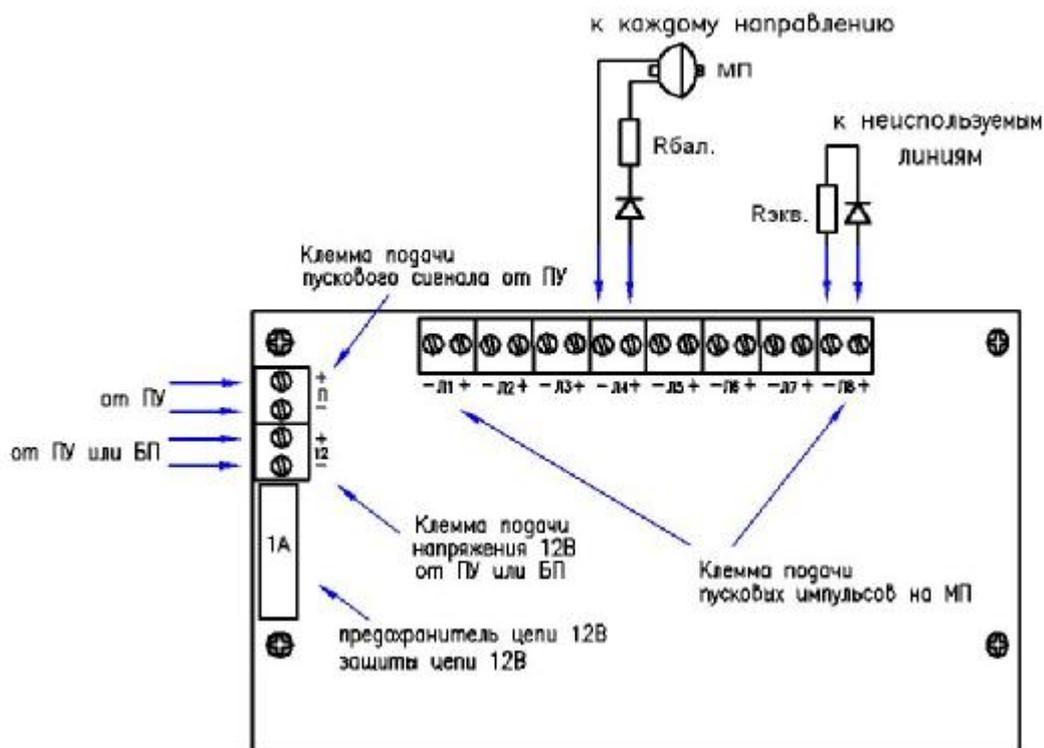

Рис.4
6.4.2. Произведите электромонтаж блока в соответствии со схемой внешних соединений. См. рис. 4, 5, 6
7.1. Включите питание (модули пожаротушения должны быть отключены и вместо них должны быть установлены резистор и диод (из комплекта поставки) по схеме на рис.4, 5).